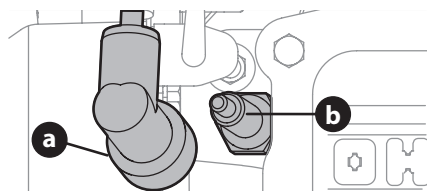

Figure 10
- Enlevez le couvre-borne (a) de la bougie et retirez la bougie (b) avec une clé à cliquet (Figure 10).